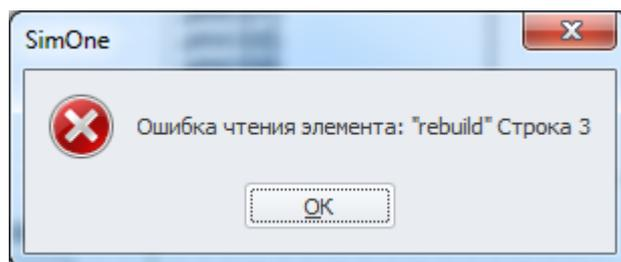
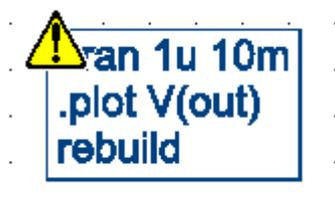

Рис. 3.19.1 Сообщение об ошибках текста в SPICE-блоке
Рис. 3.19.2 SPICE-блок с обнаруженной ошибкой в тексте
**Примечание:** после выхода из режима редактирования SPICE-текста программа делает синтаксический разбор введенного текста блока. Если синтаксический разбор обнаружит несоответствие текста поддерживаемым форматам, программа выдаст сообщение об ошибке (рис. 3.19.1) и снабдит такой SPICE-блок значком  в левом верхнем углу (рис. 3.19.2).